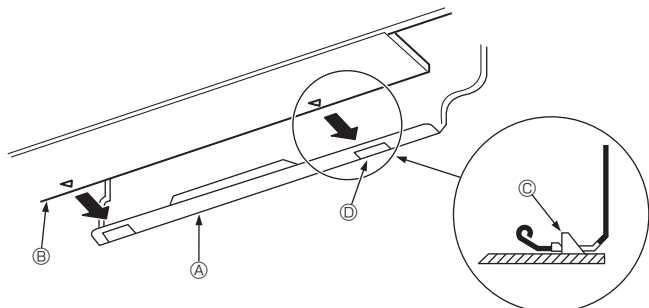

Fig. 3-15
3. För in kylmedelsrören och dräneringsslangen i väggens genomträngningshål (genomträngningshylsa) och häng samtidigt toppen av inomhusenheten på monteringspanelen ①.
5. Fäst genom att skjuta på den nedre delen av inomhusdelen på monteringspanelen ①. (Fig. 3-15)
- \* Kontrollera att knapparna på botten av inomhusenheten är säkert fasthakade på monteringspanelen ①.
- ① Monteringspanel
- ② Inomhusenhet
- ③ Krok
- ④ Fyrkantigt hål